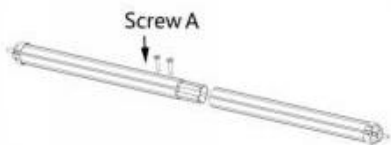

Figure C13
3.5.1 Nehmen Sie das Seitenplanen-Rollenrohr und die zugehörigen inneren Verbindungsrohre heraus, verbinden Sie diese wie in der Abbildung gezeigt und fixieren Sie sie mit selbstschneidenden Schrauben A zu einer Einheit (Abbildung C13). Nehmen Sie die Seitenplanen-Gewichtsstange und die zugehörigen inneren